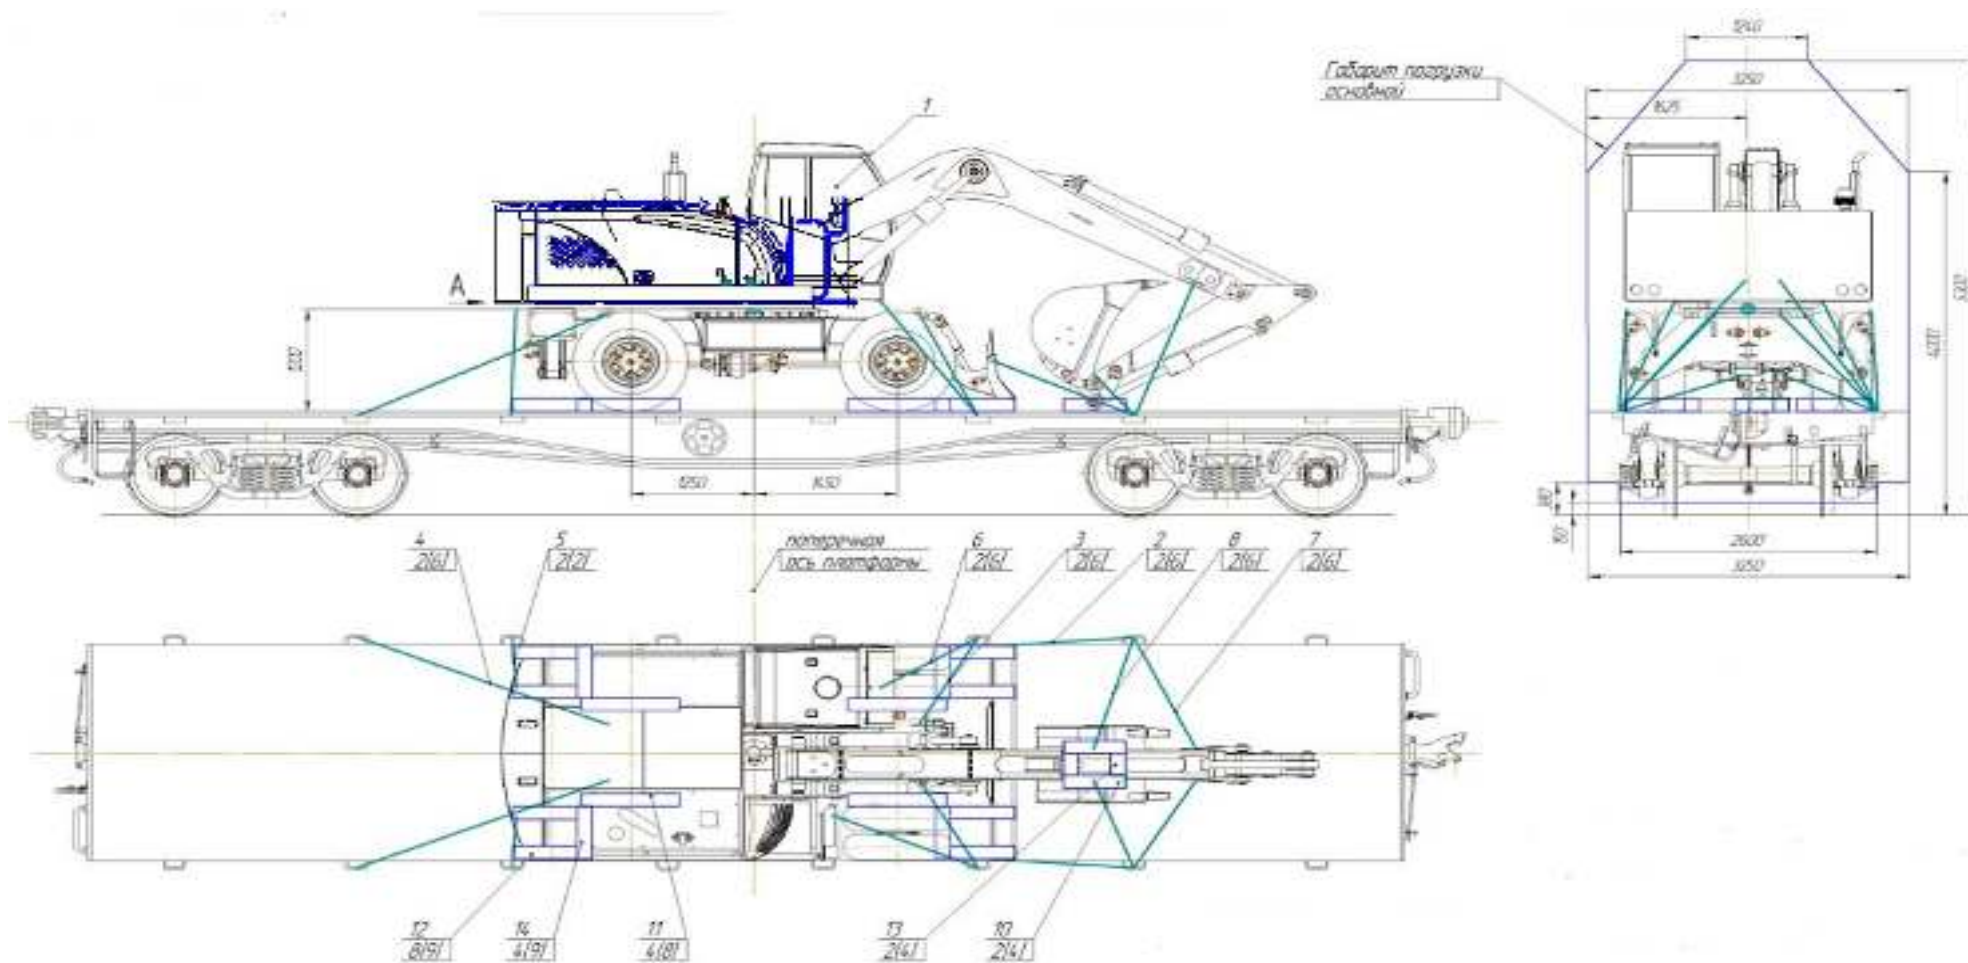

Рис. 4 Схема погрузки экскаватора на четырехосную железнодорожную платформу
Транспортирование экскаватора по железной дороге производится в соответствии со схемой погрузки, утвержденной МПС (рис. 4).
2. Экскаватор грузить на платформу собственным ходом по эстакаде с углом наклона до 9° или с помощью крана и разместить над продольной осью платформы по схеме (см. рис. 4). Стрелу опустить, рукоять и ковш подвернуть. Включить стопор поворота, стояночный тормоз, 1-ю передачу КПП и передний мост. После погрузки рычаги управления гидрораспределителем установить в нейтральное положение. Законсервировать штоки гидроцилиндров, слить горючее из бака сверх установленной нормы.